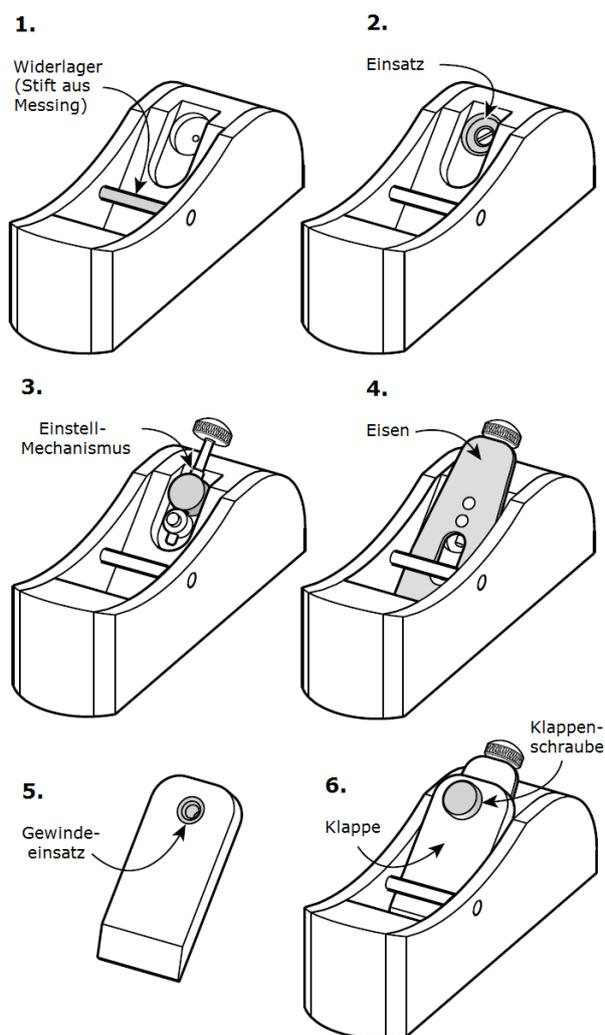

Abbildung 17: Zusammenbau des Hobels
2. Montieren Sie den Einsatz mit der mitgelieferten Holzschraube (#10 x 3/4 inch) in dem Loch im Hobelbett (s. **Abbildung 17**).